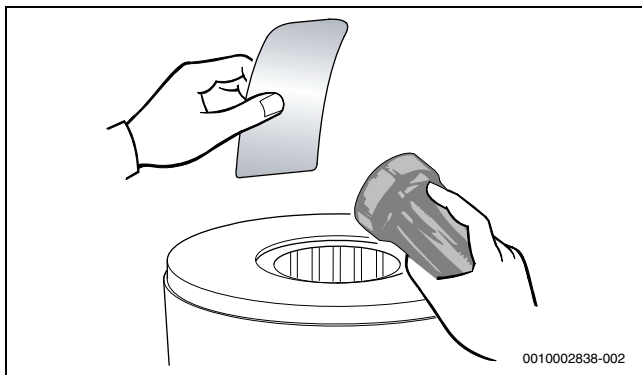

Bild 66 Wärmeblock auf Rückstände prüfen
- ▶ Wärmeblock erneut auf Rückstände prüfen (→ Bild 66).